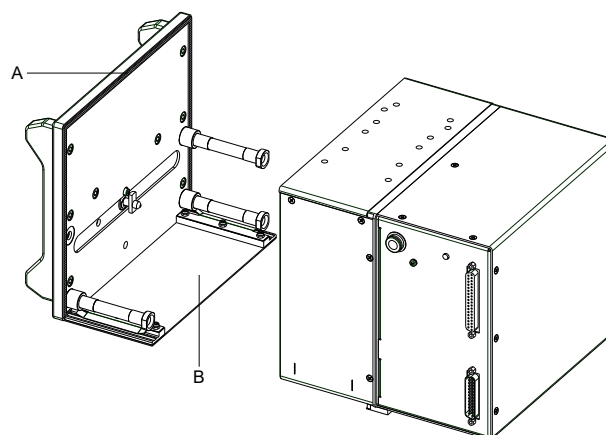

Figure 24
3. Grâce à un profil d'étanchéité inséré (A, Figure 24) et un capot (B, Figure 25), le mécanisme d'impression est protégé contre la pénétration d'eau et de poussière.